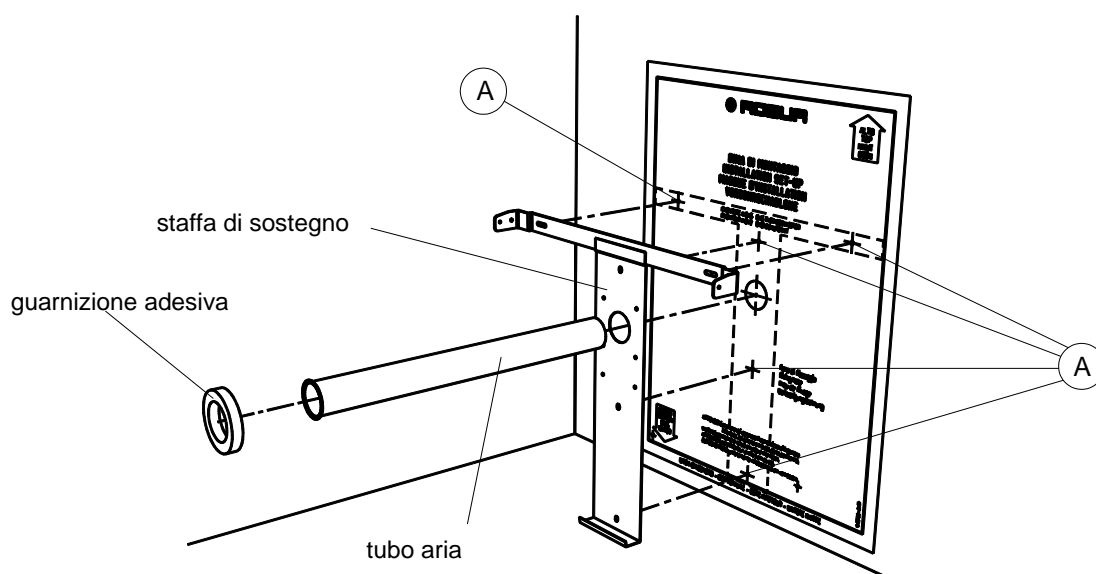

Figura 6 – Posizionamento squadra di sostegno e forature per i modelli 41, 42, 51 e 52
4. Eseguire il foro ($\varnothing 50$ mm) per l'alloggiamento del tubo maggiore e i fori A (vedi, Figura 6) per il fissaggio della staffa di sostegno (eseguire fori da 6 mm per l'inserimento del tassello a corredo).
7. Posizionare la staffa di sostegno ed il tubo aria $\varnothing 49$, facendo attenzione che il bordino del tubo vada a battuta sulla staffa medesima (vedi Figura 6).
8. Fissare la staffa con le viti e posizionare la guarnizione adesiva tonda intorno al foro della staffa (vedi Figura 6).